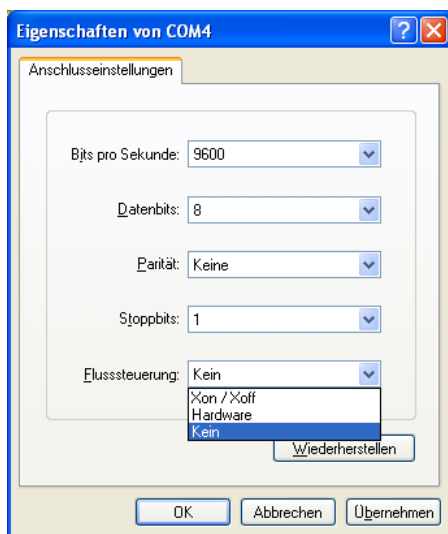

Abbildung 3: Eigenschaften der seriellen Verbindung
2. Nun müssen noch Einstellungen vorgenommen werden, welche das Datenformat, die Übertragungsgeschwindigkeit und Flusssteuerung definieren. Im Praktikum wird eine Datengeschwindigkeit von 9600 Baud genutzt, kein Paritäts-Bit, ein Stopbit, 8 Datenbits und keine Flusssteuerung (Abbildung 3)